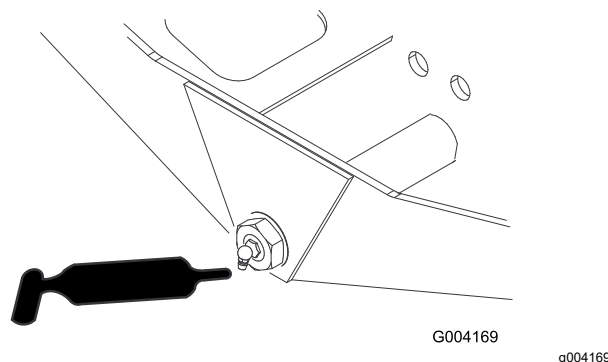

Figura 72
- Pivote de dirección del eje (1) (Figura 72)